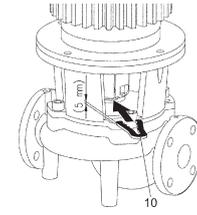

Fig. 13: تركيب شوكة التركيب
10. أدخل شوكة التركيب (Fig. 13, الموضع 10) بين الفانوس والقارنّة. يجب أن توضع شوكة التركيب بدون خلوص.
13. أدخل شوكة التركيب (Fig. 13)، الموضع 10) بين الفانوس والقارئة. يجب أن توضع شوكة التركيب بدون خلوص.